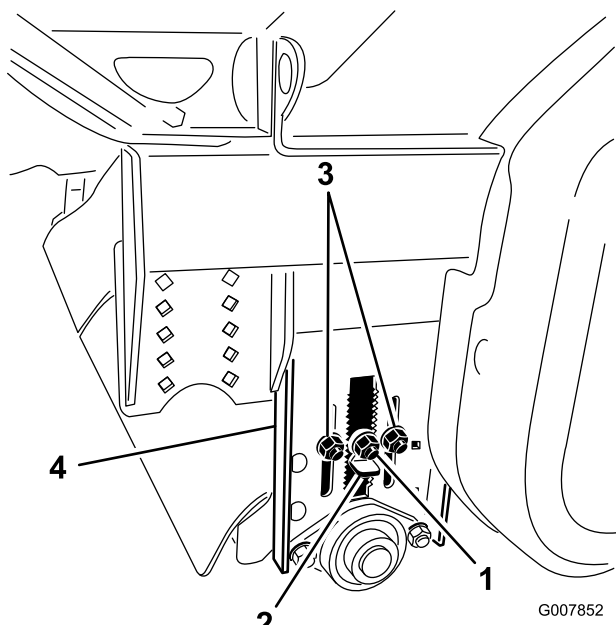

Figura 30
- Prima di livellare il processore core, accertatevi che la spazzola e l'altezza del rullo posteriore siano regolate all'altezza di taglio corretta (Figura 30).